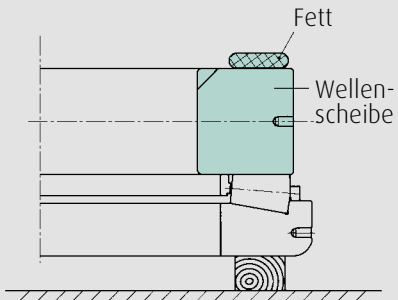

Abb. 3.40
4. Den äußeren Zwischenring leicht einfetten (Stirnflächen fettfrei lassen) und auf die Stirnfläche der Gehäusescheibe (Bord) auflegen (Abb. 3.40).